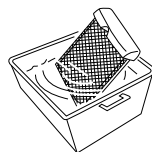

fig. 2
- Щоб очистити фільтр слід його пропилососити або легко струсити. Якщо фільтр сильно забруднений, промийте його теплою водою з невеликою кількістю засобу для миття. (рис. 2)